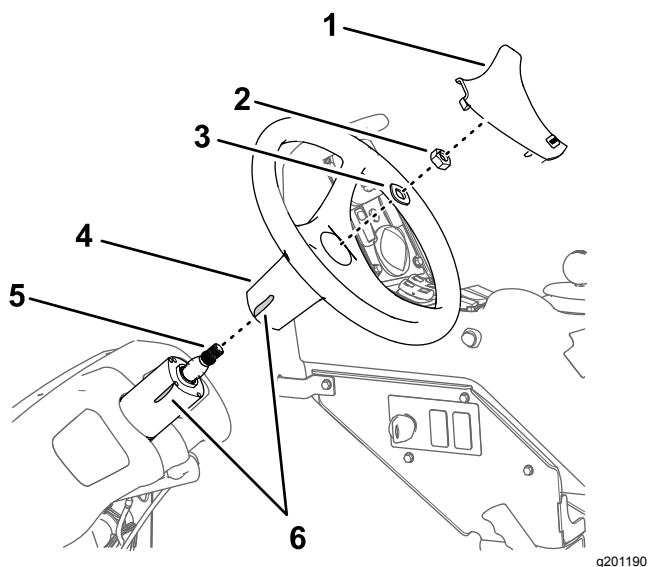

Figura 158
1. Segnate la posizione del volante sulla valvola di sterzo con un pezzo di nastro adesivo (Figura 158).
2. Rimuovete il coperchio dal volante (Figura 158).
3. Rimuovete il dado (5/8") e la rondella (5/8") che fissano il volante alla valvola di sterzo e rimuovete il volante (Figura 158).